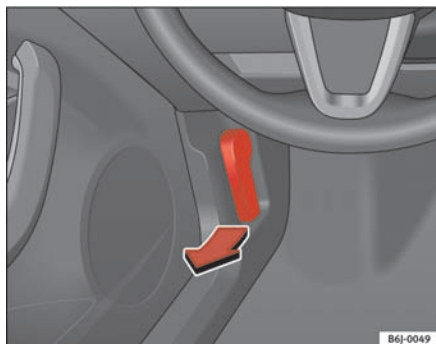

Fig. 119 Greb til motorhjelms
- Træk armen under instrumentpanelet ⇒ fig. 119 i pilens retning. Motorhjelmen udløses ved hjælp af en fjeder ⇒ ⚠.